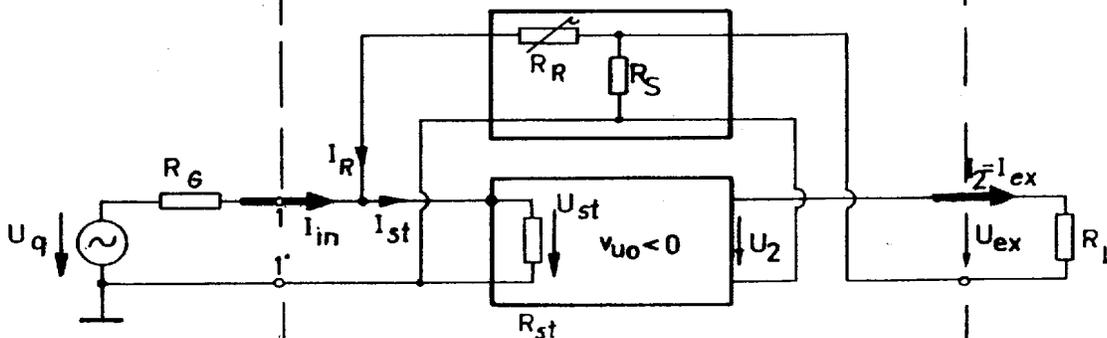

Abb. 4b: Parallel - Serien - Rückkopplung
1.4.3.2 Parallel-Serien-Rückkopplung nach Bild 4b